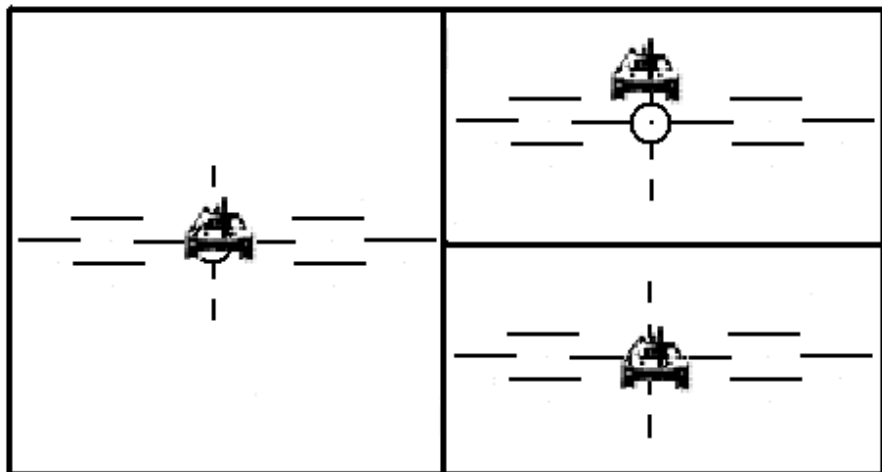

Fig 9-4. Método de correção do tiro de combate
(1) Quando se atira com munição APDS ou AFSDS (Flecha) a menos de 1500m, a observação é difícil. Nos tiros com munições anticarro a grandes distâncias e nos tiros com munições mais lentas a qualquer distância, um tiro pode vir a não ser observado por alguns fatores tais como:
(2) Métodos do tiro de combate (Fig 9-4) - Para tiros com munições anticarro a distâncias inferiores a 1500m, aplica-se o método do tiro de combate. Esse método permite realizar uma correção rápida, considerando a experiência que um tiro não observado na maiorias das vezes é longo.